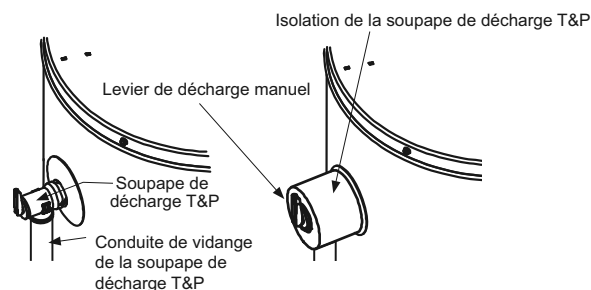

FIGURE 5
1. Repérez la soupape de décharge de température et de pression sur le chauffe-eau (aussi connue comme soupape de décharge T&P). Voir Figure 5.
3. Ouvrez la fente et installez l'isolation sur la soupape de décharge T&P. Voir Figure 5. Appliquez une pression légère sur l'isolation pour vous assurer qu'elle soit complètement en place sur la soupape de décharge T&P. Une fois en place, fixez l'isolation avec du ruban adhésif du ruban isolant ou l'équivalent. **IMPORTANT** : L'isolation ou le ruban adhésif ne devrait pas bloquer l'ouverture de la décharge ou empêcher l'accès au levier de décharge manuel (Figure 5). Assurez-vous qu'un tuyau de décharge soit installé dans l'ouverture de la soupape de décharge T&P selon les instructions dans ce manuel.